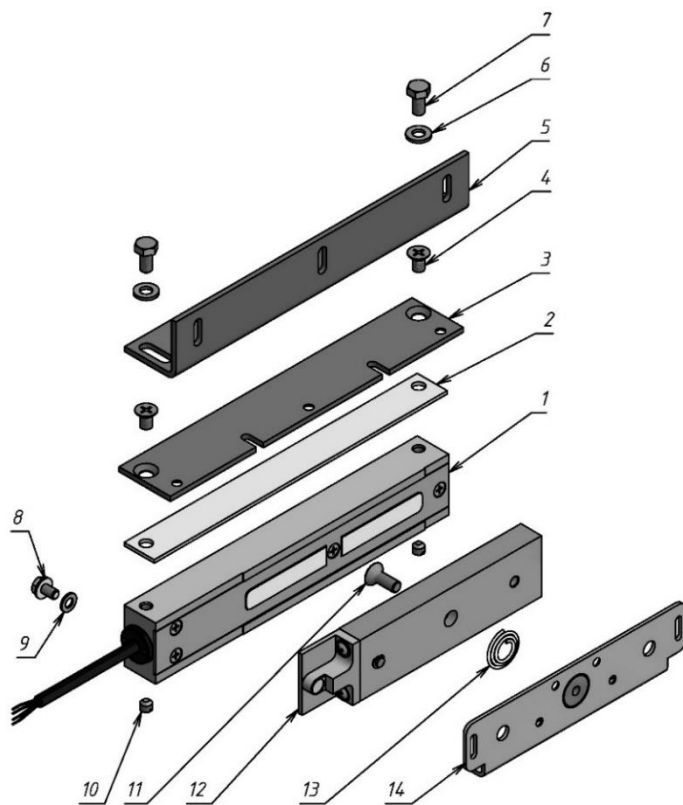
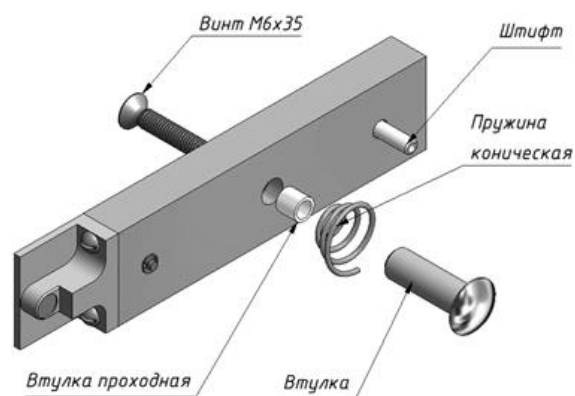

Рисунок 1 – Комплект поставки
Рисунок 2 - Комплект крепления якоря якоря
4.1 В комплект поставки замка входят (рисунок 1):
- корпус (1).....	1 шт.
- планка (2).....	1 шт.
- пластина монтажная (3).....	1 шт.
- винт М6х10 потайн. (4).....	2 шт.
- угольник (5).....	1 шт.
- шайба 6 (6).....	2 шт.
- болт М6х12 (7).....	2 шт.
- винт заземления М5х8 (8).....	1 шт.
- шайба 5 (латунь) (9).....	2 шт.
- винт М6х6 уст. (нерж.) (10).....	2 шт.
- винт М6х16 (потайн.) под ключ S4 (11).....	1 шт.
- якорь (12).....	1 шт.
- пружина коническая (13) (из комплекта крепления якоря).....	1 шт.
- пластина крепления якоря (14).....	1 шт.
- комплект крепления якоря (рисунок 2).....	1 шт.
Замок состоит из корпусной части и якорной части (рисунок 1). Для обеспечения эксплуатационных характеристик рабочие поверхности корпуса и якоря должны быть совмещены и плотно прилегать друг к другу при закрывании двери.
Корпус замка может крепиться при помощи угольника (5) или через монтажную пластину (3) (рисунок 1). Если позволяет конструкция места монтажа, допускается крепление непосредственно через крепежные отверстия в корпусе замка (резьба М6), длина винтов в этом случае определяется по месту, при этом в тело корпуса винты должны входить не более чем на 8мм.
- с помощью комплекта крепления якоря с отверстиями в двери для винта крепления якоря и фиксирующего штифта (рисунок 2);
- без отверстий в двери, с помощью монтажной пластины крепления якоря (12) (рисунок 1).